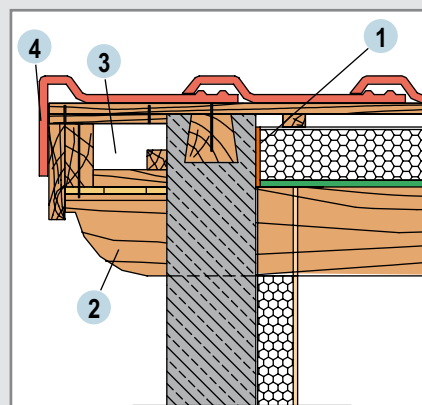

Fig. 20 : Débord en pignon supporté avec panne dépassante
Le principe consiste à réaliser un caisson supporté par les pannes. Le caisson est ensuite habillé en sous-face (fig. 20).
- sur mur (fig. 20).